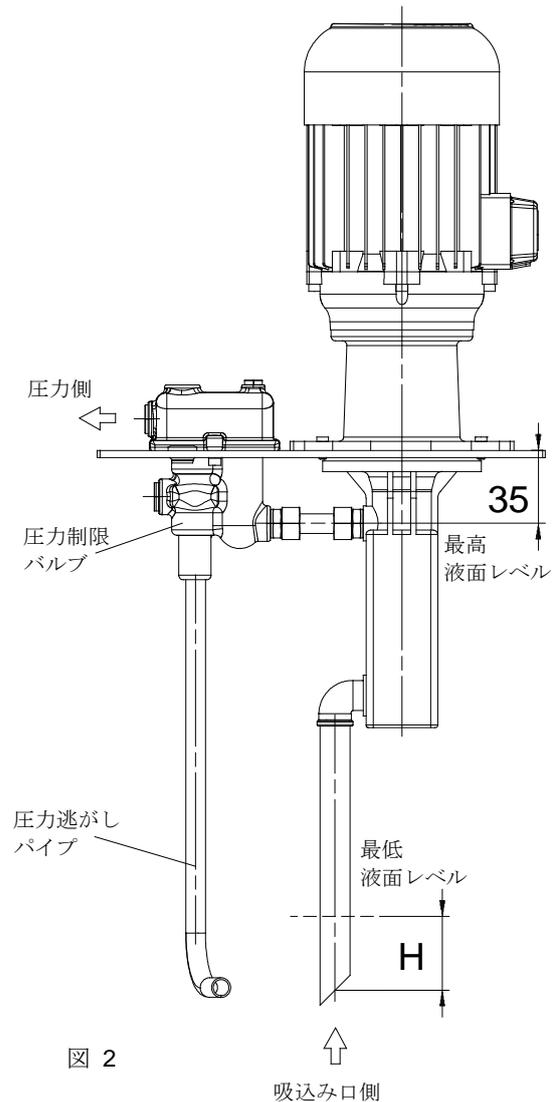

図 2
- オプション G4 の場合逃がし配管は背圧なしに (図 2 を参照) 大気解放状態でタンクに戻します。決してパイプを閉じないようお願いします。
- 最低液面レベルは図2及び3でHと表記されています。 BFS ,BFG, BFS-H, TFS-H, TFS3では70 mm。 TFS4, TFS5では100 mm。 TFS6では150 mmです。